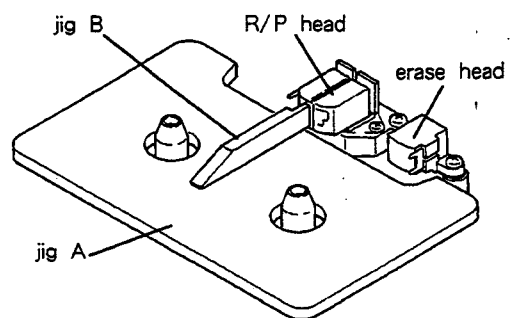
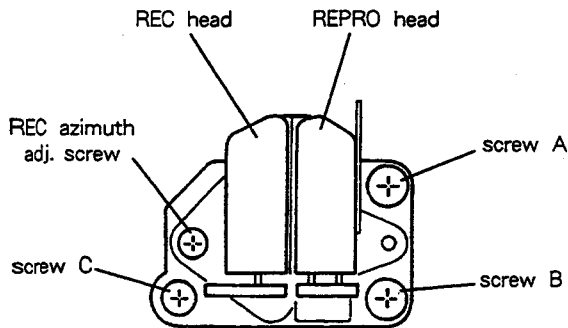

Fig. 2-3
Fig. 2-4
- 3). As with the erase head, confirm using jig B; for adjustment, use height adjustment screw A (Fig. 2-4).
- 4). As shown in Fig. 2-3, place jig B against the head in order to confirm the tilt. Perform tilt adjustment with screw B (Fig. 2-4) so that the head is at right angles with respect to jig B.
- 7). Play back the 10 kHz signal on test tape MTT-256, then adjust playback azimuth adjustment screw C (Fig. 2-4) so that the phase difference between L and R channels is 0°.
- 3). 消去ヘッドと同様に治具Bを確認し、調整は高さ調整ネジA (図2-4) により行う。
- 4). 図2-3のように治具Bをヘッドに当ててチルトを確認し、ヘッドが治具Bに対して垂直になるようにチルト調整ネジB (図2-4) で調整する。
- 7). テスト・テープMTT-256の10kHzを再生して、LchとRchの位相差が0°になるように再生アジマス調整ネジC (図2-4) で調整する。